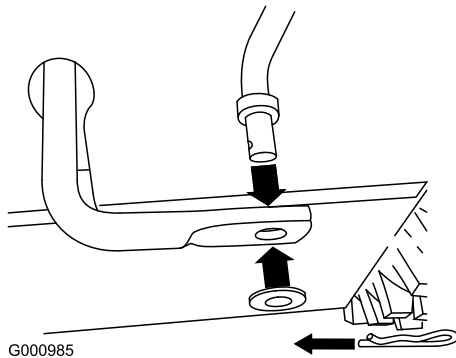

Figura 10
- Retire la claveta y la arandela del extremo inferior de la varilla de control de las marchas e introduzca el extremo inferior de la varilla en el brazo de acoplamiento inferior con el extremo doblado de la varilla de control de las marchas hacia atrás (Figura 10).